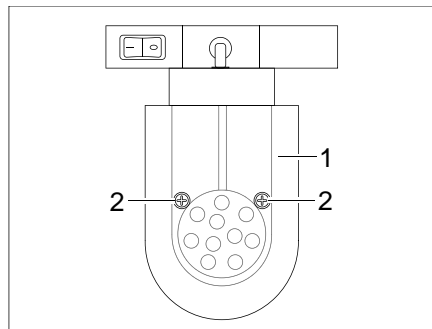

Bild 366 LED-Spotleuchte (verschiebbar)
- Befestigungsschrauben (Bild 366,2) lösen.
- Lampenglas (Bild 366,1) vorsichtig abnehmen.